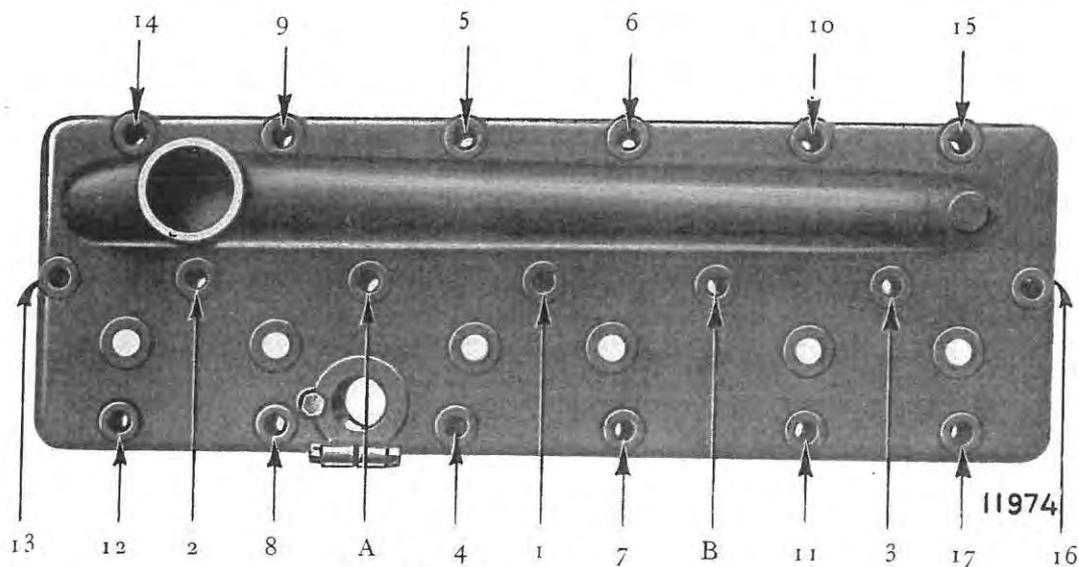

Fig. 8. — La culasse.
3. Remonter la culasse (fig. 8).